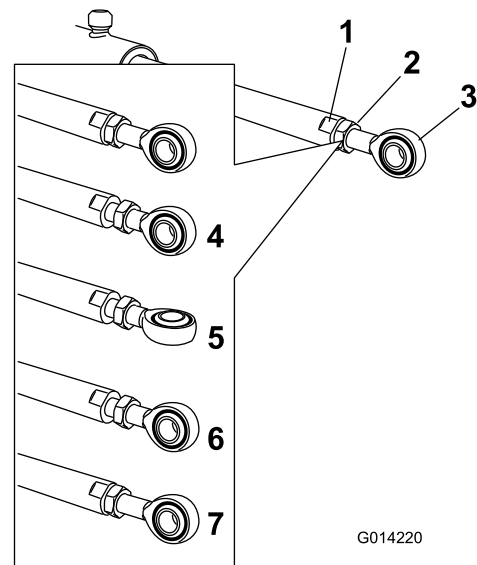

図 59
ゆるめて、アiletロッドを調整できるようにする 図 59。
6. アiletロッドを回転させてアクチュエータを希望の長さに調整する 図 59。